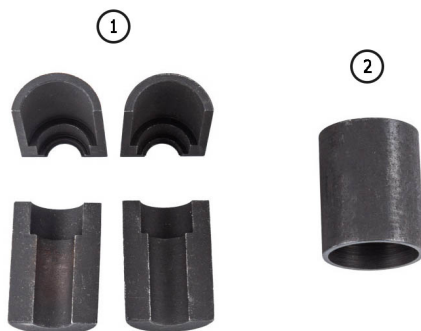

Рисунок 2
- набор разрезных втулок для обратной установки шкива (см рис. 2 поз. 1);
- фиксирующая гильза для набора разрезных втулок (см рис. 2 поз. 2).